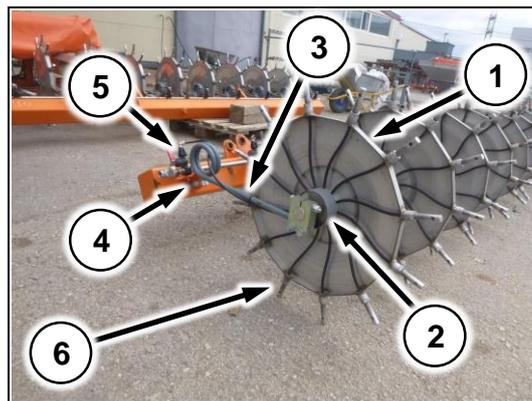
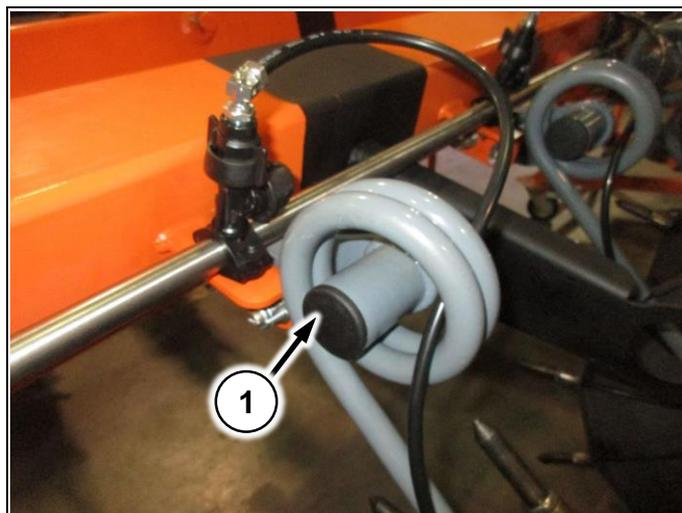

Рис. 151
Рис. 152
Диск мультиинжектора (Рис. 151/1) устанавливается на ступицу (Рис. 151/2). Ступица крепится к консоли мультиинжектора через пружину (Рис. 151/3). Пружина фиксируется замком (Рис. 151/4). Подача жидкости на иглы (Рис. 151/6) осуществляется через форсунки (Рис. 151/5)
Упор устанавливается на каждую пружину (Рис. 152/1). Предназначен для предотвращения вылета пружины из замка (Рис. 151/4)
1. Ослабьте два болта крепления пружины (Рис. 151/4)